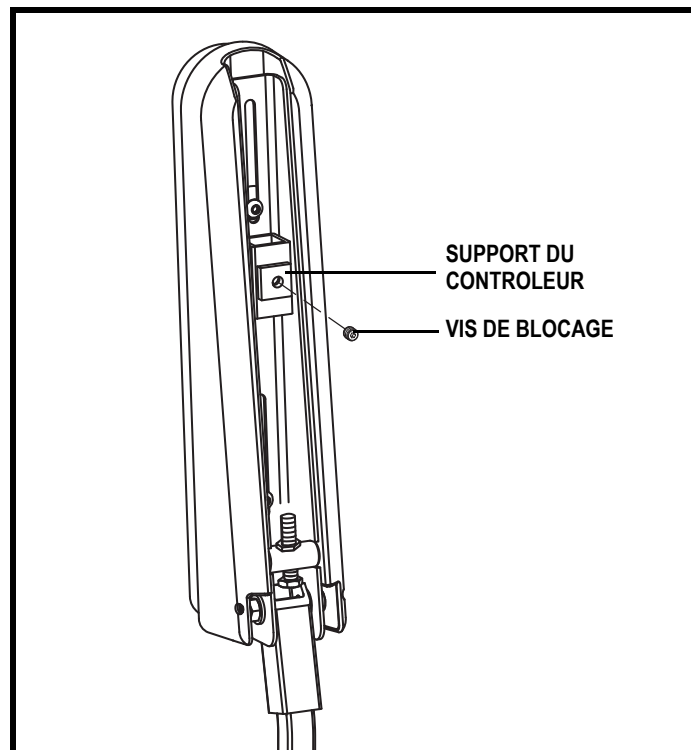

Figure 13. Dessous de l'accoudoir
**Voir la figure 13.**
Vous pouvez approcher ou éloigner de vous le contrôleur. Vous pouvez également l'installer sur l'accoudoir droit ou gauche. **Voir la figure 13.**
2. Desserrez la vis de blocage sous l'accoudoir. **Voir la figure 13.**
5. Desserrez la vis de blocage sous l'accoudoir. **Voir la figure 13.**